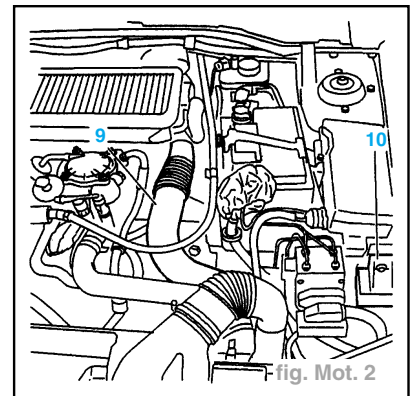

fig. Mot. 2
- Déposer (fig. Mot. 2) :
- le tube d'entrée d'air (9) (moteur suralimenté).
- le support du boîtier de préchauffage (10) (faire suivre le boîtier de préchauffage avec le faisceau moteur).